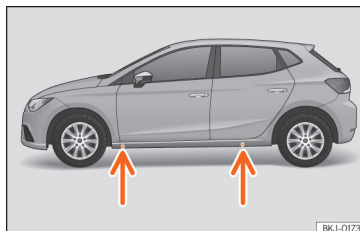

Abb. 40 Aufnahmeplätze für den Wagenheber.
- Suchen Sie am Längsträger die Markierung des Aufnahmepunktes für den Wagenheber (Eindrückung), die dem zu wechselnden Rad am nächsten liegt » Abb. 40.